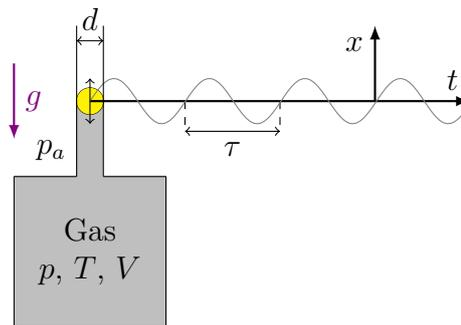

Abbildung 4: Schwingende Kugel der Masse  $m_K$  auf einem Gaspolster.
4. Die Methode der “schwingenden Kugel” erlaubt es den Adiabatenkoeffizienten  $\kappa$  von idealen Gasen zu bestimmen. Die Funktionsweise ist in Abbildung 4 skizziert. Am oberen Ende eines mit Gas gefüllten Gefäßes ist ein Präzisionsrohr mit exakt konstantem Innendurchmesser  $d$  angebracht. In dem Glasrohr befindet sich eine Metallkugel mit demselben Durchmesser, die auf dem Gaspolster des Gases mit dem Volumen  $V$  und dem Druck  $p$  sitzt und dieses Gas nach außen dicht abschließt, auch wenn sich die Kugel in dem Glasrohr bewegt. Nach oben ist das Glasrohr offen und mit der Luftatmosphäre vom Druck  $p_a$  verbunden.